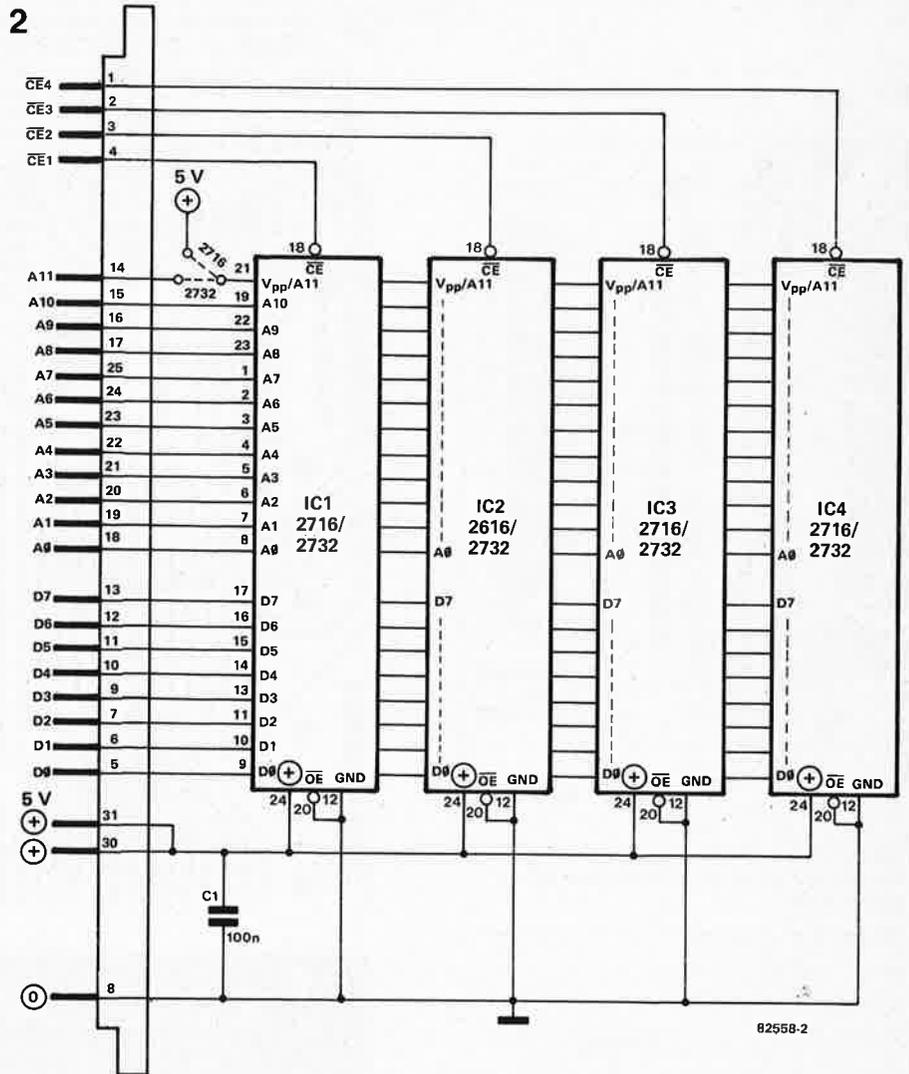

Figure 2. Les modules EPROM à enficher sont la simplicité même!
- trois cartes d'EPROM peuvent être mises en place sur la carte d'extension de la mémoire morte (figure 2, 7 et 8).